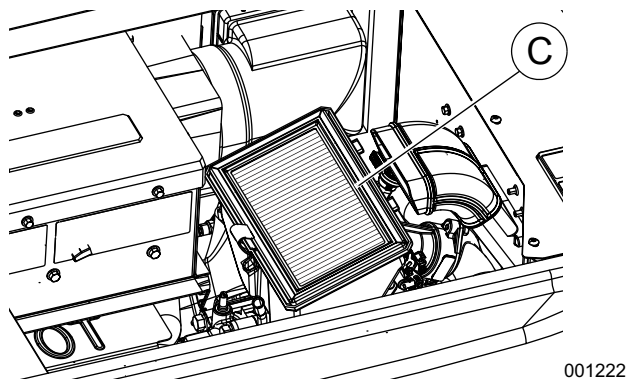

Figure 4-4. Retrait du filtre à air
3. Voir Figure 4-4. Retirez le filtre à air usagé (C) et jetez-le.